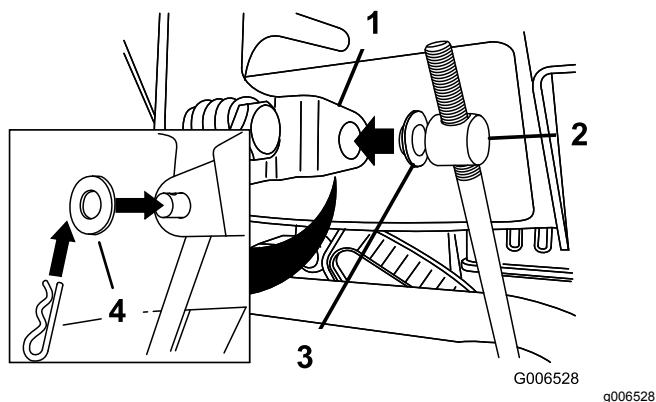

Figure 7
3. Placez une rondelle plate sur le tourillon (Figure 7).
6. Soulevez la tige de commande de vitesse et insérez le tourillon dans le trou du levier sélecteur de vitesse (Figure 7).
- B. Détachez le tourillon du levier sélecteur de vitesses (Figure 7).
- C. Tournez le tourillon vers le bas (sens horaire) sur la tige de commande de vitesse (Figure 7).
- D. Accouplez le tourillon au levier sélecteur de vitesses (Figure 7).
- C. Tournez le tourillon vers le haut (sens antihoraire) sur la tige de commande de vitesse (Figure 7).